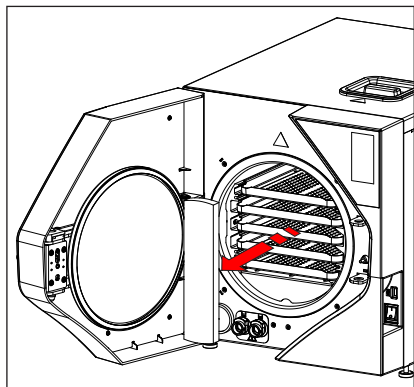

fig.9
- Retire la protección de plástico del interior de la cámara (fig.9);